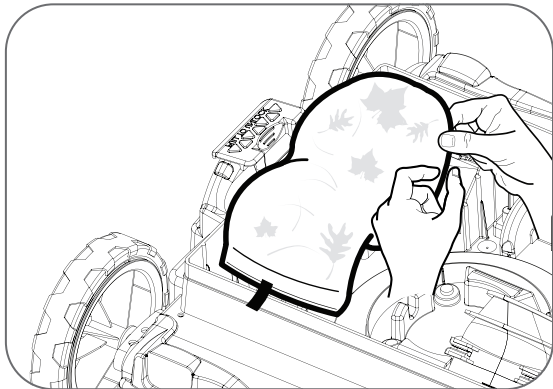

Figure 14. Dégager la bande élastique autour du sac
3. Tirer délicatement sur la bande élastique autour des ports d'aspiration pour dégager le sac filtre (Figure 14).